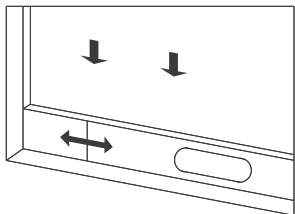
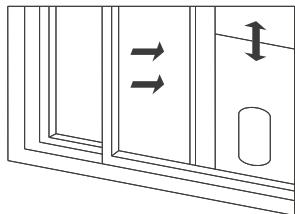

Fig. 2
Fig. 3
- 1)Entrouvez la fenêtre et installez l'ensemble de plaque pour fenêtre sur la fenêtre coulissante (voir Fig. 2 et Fig.3). Les éléments peuvent être positionnés à l'horizontale ou à la verticale.